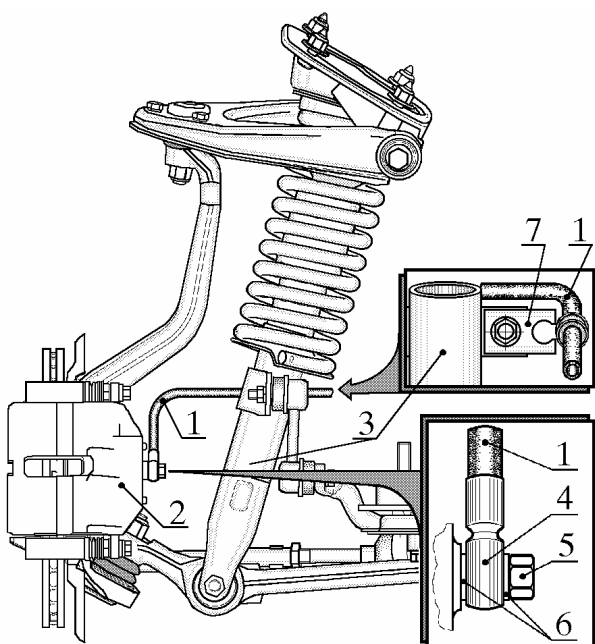

Рис. 3. Отсоединение шланга гидропривода тормозов от пружинной стойки и тормозной скобы:
4.7.1. Отсоединить шланг 1 (рис. 3) от скобы 7 левой пружинной стойки 3.